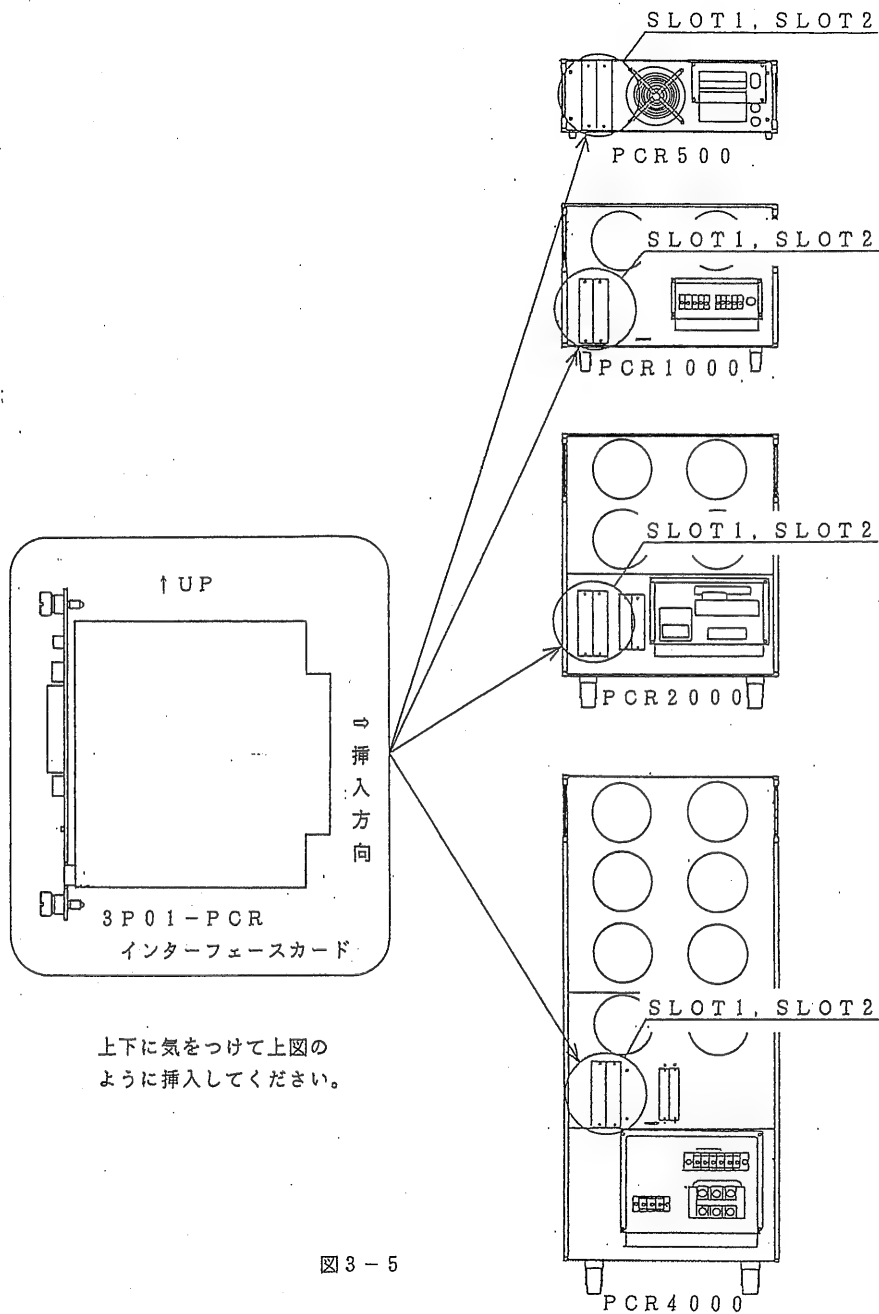

図 3-5
- 2) 図3-5のようにドライバボードを、PCR シリーズの後面 SLOT1または、SLOT2へ挿入してください。